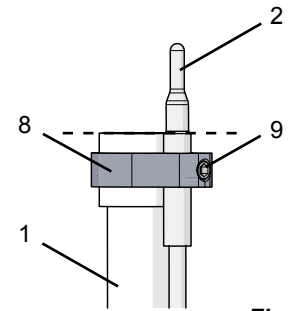

Fig. 2
- ⇒ Passar o suporte do sensor pelo tubo misturador e pelo sensor, de modo a ficar aprox. a meio da parte superior do tubo misturador (Fig. 2).
- ⇒ Posicionar o sensor de modo que a borda superior do casquilho de latão do sensor e a borda superior do tubo misturador fiquem à mesma altura (Fig. 2).